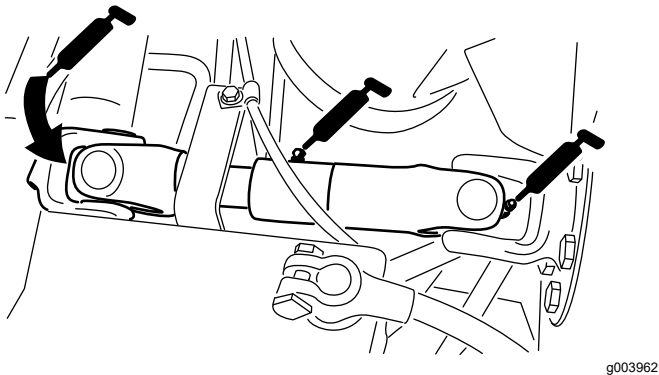

Figure 39
- Joint de cardan d'arbre d'entraînement de pompe (3) – Figure 39